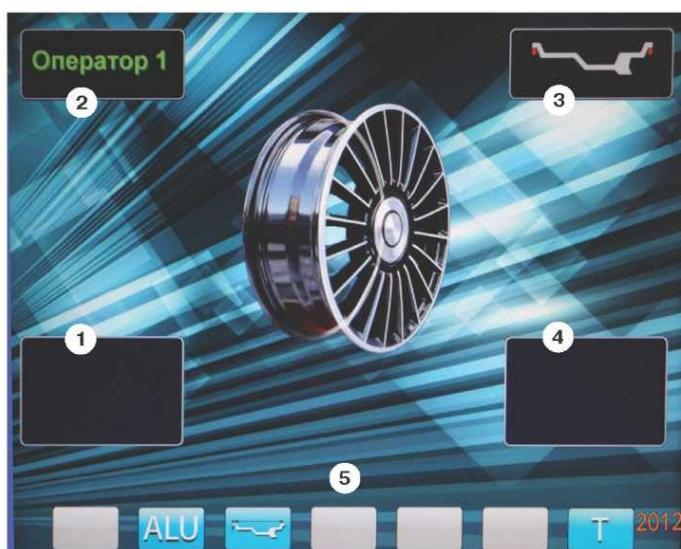

рис.8.2.
8.3. После включения питания СБ на экране монитора отображается фирменная заставка, которая через несколько секунд сменяется отображением экрана основного рабочего режима (рис. 8.2).
Для выбора схем расположения грузов в программах «ALU1-ALU5» необходимо, находясь в режиме основного рабочего экрана, нажать кнопку «ALU», при этом открывается окно схем установки грузов, отмеченных номерами рис.11.3. Если после введения размеров колеса установился экран ввода геометрических параметров, необходимо перейти в экран основного рабочего режима нажатием кнопки «STOP». Для выбора нужной схемы нажмите кнопку верхнего ряда клавиатуры с соответствующим номером. Выбранная схема установки грузов отображается в окне 3 экрана основного рабочего режима (рис. 8.2).
рис.12.1. случае в окнах 1 и 4 (рис. 8.2) высвечиваются «ОК». Минимальный дисбаланс, отображающийся в окнах 1 и 4, равен 5г. Дисбаланс, превышающий 5г, округляется до величины кратной 5, т. е. дисбаланс 9, 10, 11 и 12 г отображается цифрой 10, дисбаланс 13, 14, 15, 16 и 17 г - цифрой 15 и т. д. Для просмотра неокругленного значения дисбаланса или дисбаланса менее 8г. необходимо нажать кнопку «<<», при этом в окнах 1 и 4 на 2-3 сек высвечиваются фактические значения дисбаланса, определенные в данном запуске.
12.3.4. Для проверки результатов балансировки снова запустите СБ. Если колесо отбалансировано правильно, на индикаторах 1 и 4 (рис. 8.2.) отображаются символы «ОК».